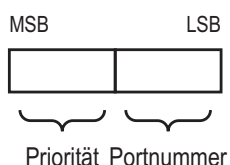

Abb. 30: *Portidentifikation*
- ▶ Wenn von einer Bridge mehrere Pfade mit den gleichen Root-Pfadkosten zu der selben Bridge führen, zieht die von der Root weiter entfernte Bridge als letztes Kriterium die Port-Identifikation der anderen Bridge heran (siehe Abbildung 30). Die Bridge blockiert dabei den Port, der zu dem Port mit der schlechteren ID führt. Haben 2 Ports die selbe Priorität, ist die ID mit der höheren Port-Nr. die schlechtere.